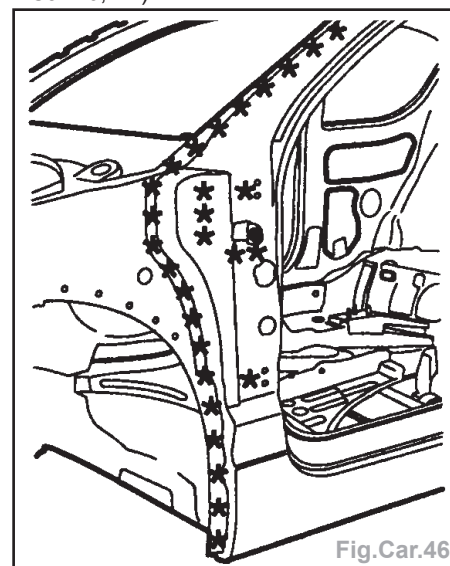

Fig.Car.46
- Découper par fraisage des points (Fig. Car.46, 47).